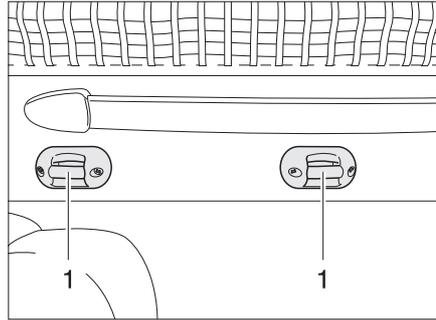

Bild 122 Halterung Aufstiegsleiter
- Die Aufstiegsleiter mit beiden Bügeln in die Krampen (Bild 122,1) am Hubbett einhängen.